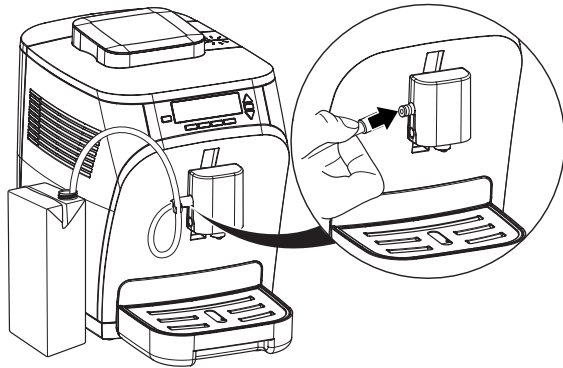

Abb. 6: Milchschaumanschließen
- Stecken Sie den Milchschauch auf den Anschluss am Kaffee-Milchlauf und hängen Sie das andere Ende des Schlauches in das Milchgefäß (Abb. 6) oder schließen Sie den gefüllten Thermo-Milchbehälter an den Vollautomaten an.